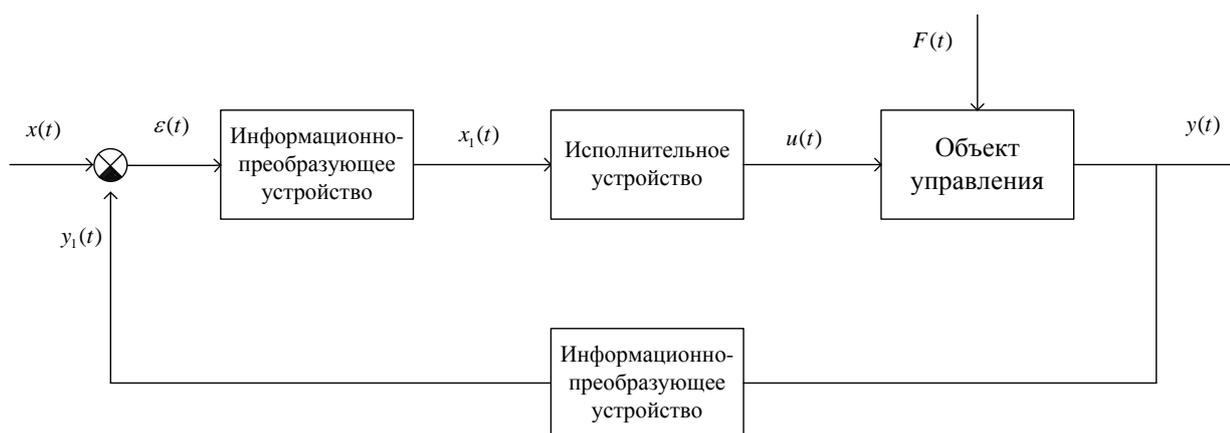

Рис.17. Функциональная схема замкнутой системы управления или системы с обратной связью
**Функциональная схема системы замкнутого управления или управления с обратной связью** представлена на рис. 17. В этих системах сигнал управления  $u(t)$  формируется на основе сравнения управляющего воздействия  $x(t)$  и выходного сигнала  $y(t)$ . **Величина**  $\varepsilon(t)=x(t)-y_I(t)$  **является ошибкой рассогласования**, которая вырабатывается на выходе суммирующего устройства.